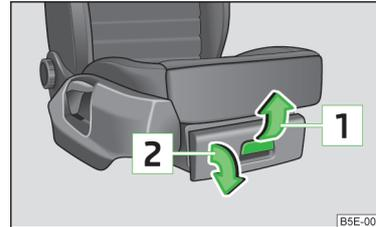

Abb. 73
- Den Griff in Pfeilrichtung **1** » Abb. 73 ziehen. Das Fach öffnet sich in Pfeilrichtung **2**.